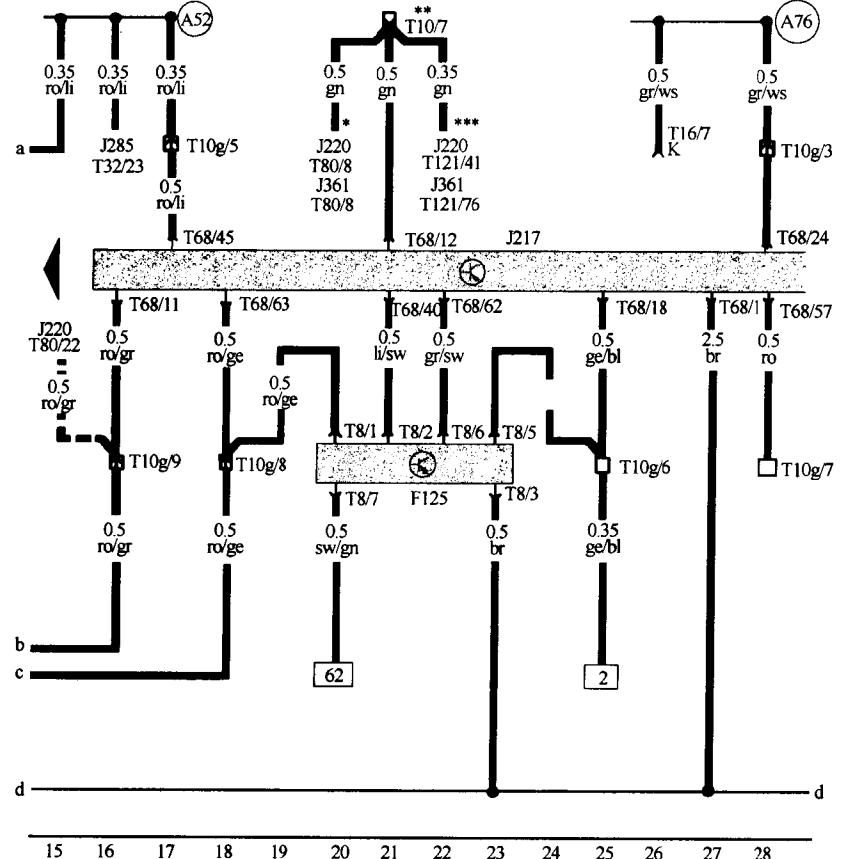

图 1-10 自动变速器控制单元与多功能开关电路图
(2) 自动变速器控制单元, 多功能开关(如图 1-10 所示)